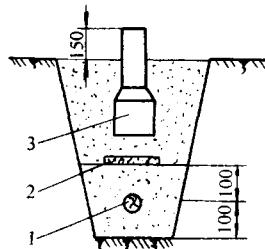

图 1-3
(8) 回填土 回填的土中要去除垃圾、大石块及化学腐蚀性的土壤，换土，分层夯实。
(9) 埋设标示桩 在回填土填到一半左右，在电缆的实际路径上方埋设标示桩，如图 1-3 所示。标示桩上标有红色闪电“//”标记，标有电缆在地下的顺序编号。
(10) 制作电缆终端头及接地接零